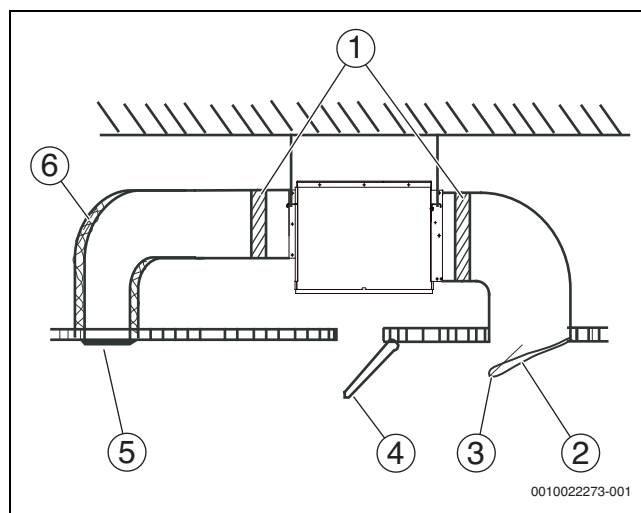
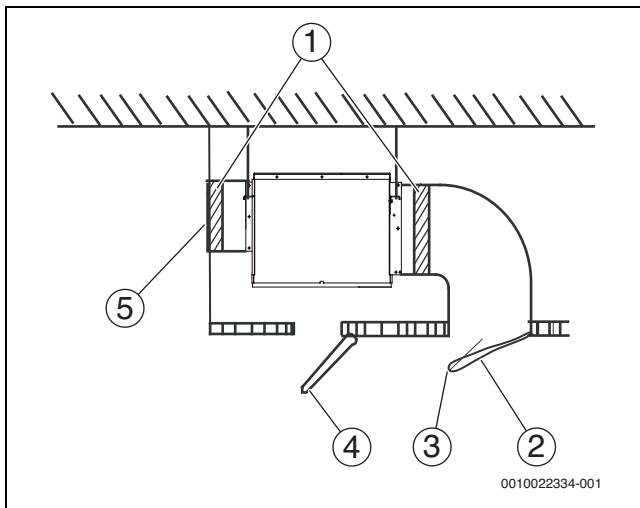

Рис. 21 Воздуховод, к которому предъявляются требования по статическому давлению
Рис. 22 Воздуховод, к которому не предъявляются требования по статическому давлению
6. Подсоедините воздуховод, как показано на рис. 21 и рис. 22. Для подготовки на месте монтажа требуются все компоненты, за исключением кондиционера.
**Условное обозначение на рис. 21 и рис. 22:**